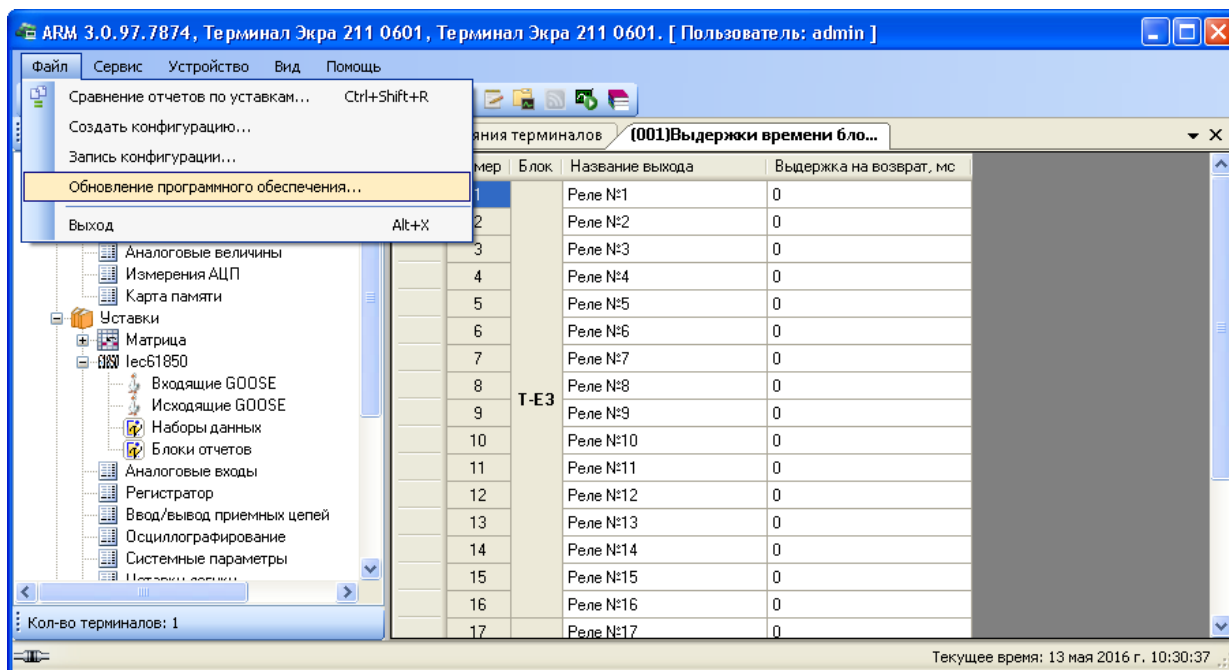
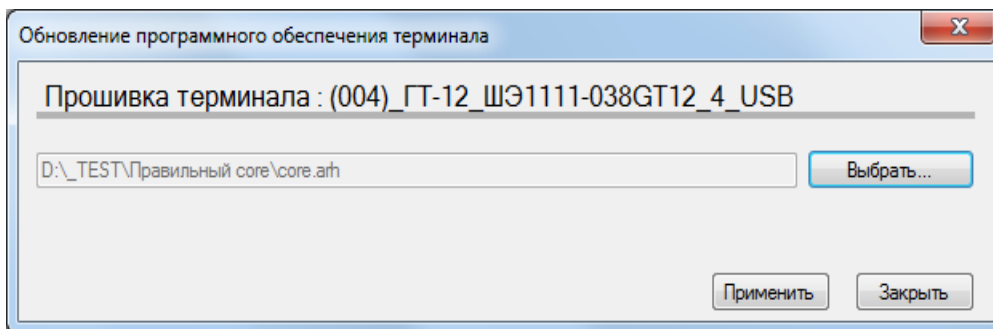

Рисунок 6.1
Рисунок 6.2
6.2.3 Замена программы осуществляется через пункт меню **Файл** → **Обновление программного обеспечения...**. При выборе этого пункта (см. рисунок 6.1) отображается диалоговое окно (см. рисунок 6.2).